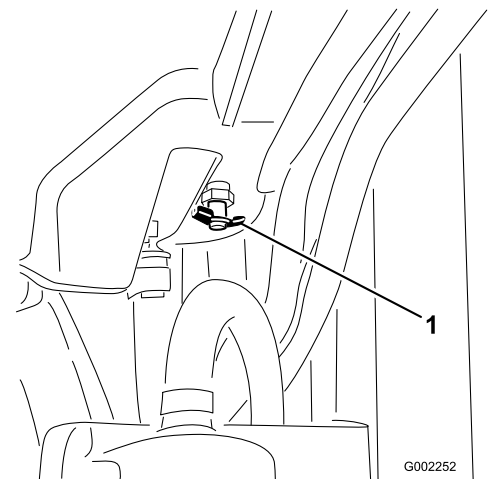

Figura 55
- Aprirete il tappo di spurgo (Figura 55) e scaricate il refrigerante nella bacinella.